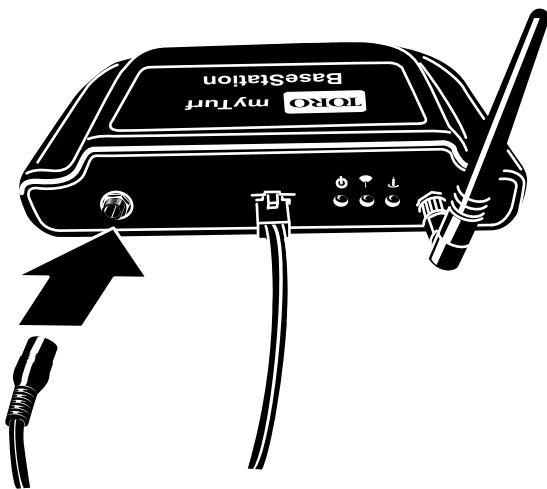

Figura 9
1. Collegate il cavo di alimentazione alla BaseStation (Figura 9).